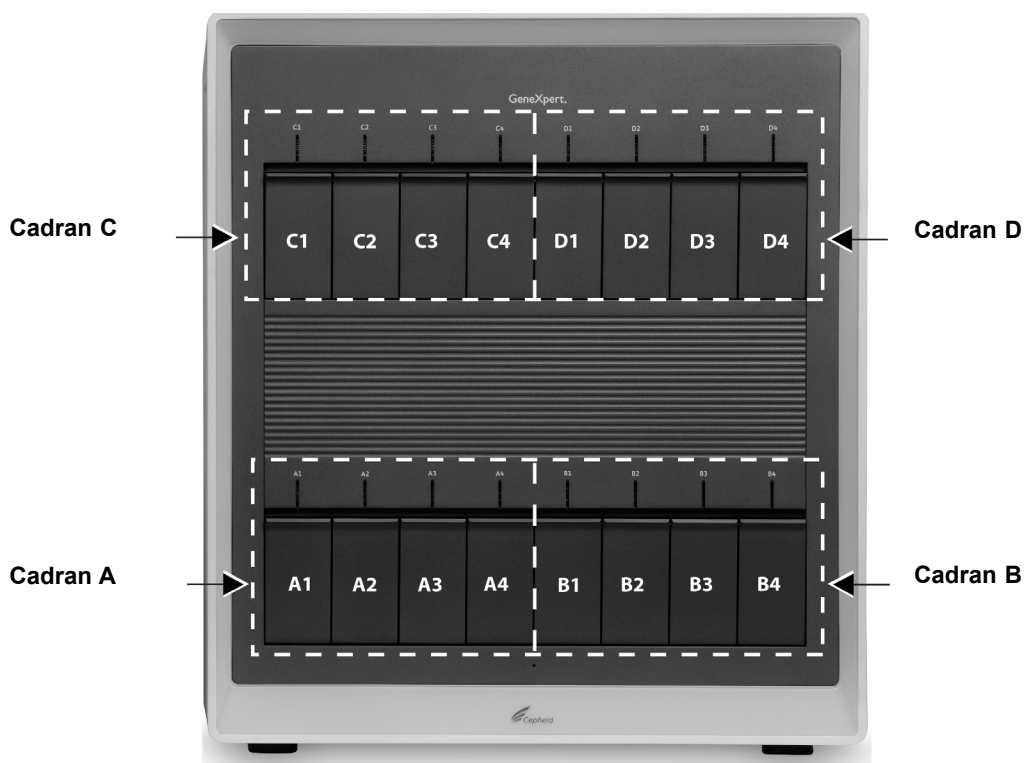
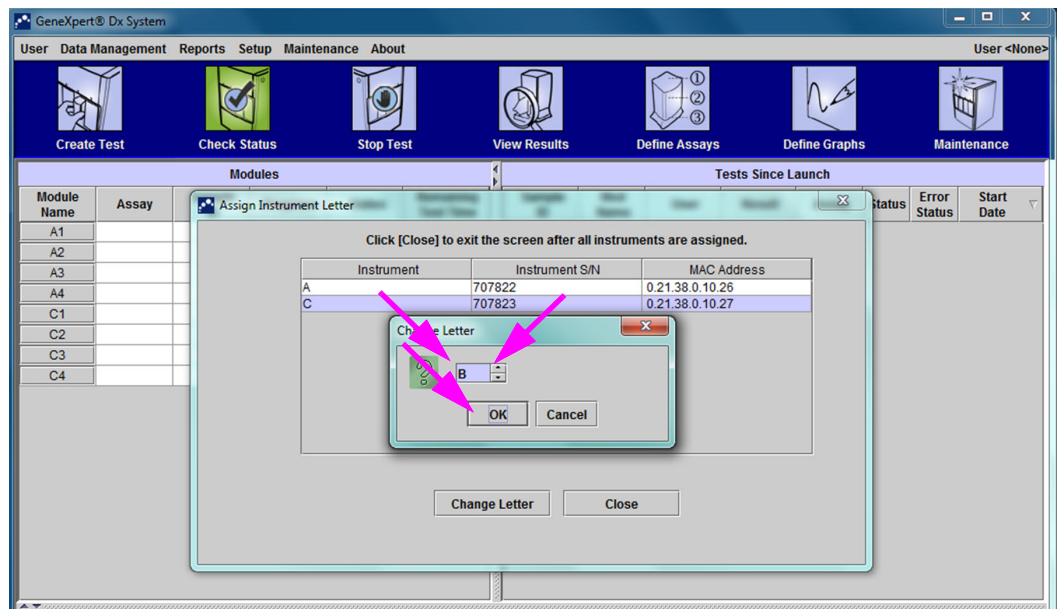

Figura 2-62. Literele alocate cadranului (se afișează GX-XVI)
Figura 2-68. Fereastra sistemului GeneXpert Dx cu caseta de dialog Modificare literă instrumentului suprapusă
Software-ul GeneXpert Dx alocă automat o literă (A, B, C sau D) pentru a identifica fiecare cadran al instrumentului GeneXpert GX-XVI conectat la computer. Figura 2-62 arată modul în care fiecare cadran al GX-XVI este văzut de sistem.
Apare caseta de dialog Modificare literă (Change Letter), așa cum se arată în Figura 2-68. Selectați litera care va fi atribuită modulului (modulelor) utilizând săgețile sus și jos din caseta de dialog Modificare literă (Change Letter). Selectați litera care corespunde cadranului definit de cele patru module care luminează intermitent. De exemplu, dacă setul de module din dreapta jos (Cadranul B din Figura 2-62) luminează intermitent, selectați **B** ca literă nouă.
5. După modificarea literei alocate, faceți clic pe **OK**. Consultați Figura 2-68.